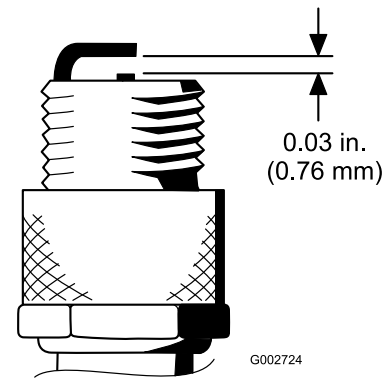

图29
4. 如图29所示将中心电极与侧电极之间的空隙设置为 0.76mm。